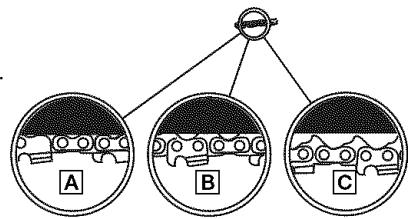

Fig. 11
**NOTA:** Una cadena y barra nueva requerirán un reajuste después de por lo menos 5 cortes. Esto es normal dentro del periodo de acondicionamiento, y el intervalo dentro de los proximós ajustes se alargará pronto (Fig. 11).